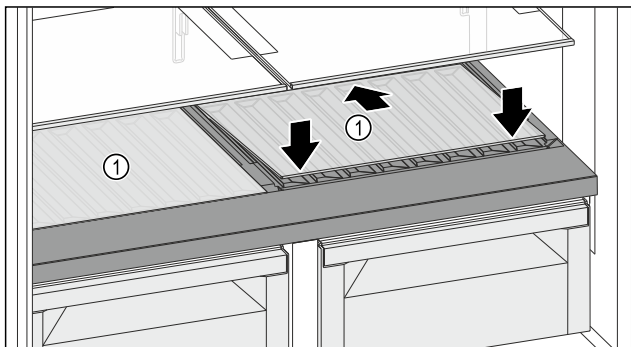

Fig. 126
- Вставте скляну полицю Fig. 126 (1) під кутом, нахиливши назад і донизу.
- Опустіть скляну полицю Fig. 126 (1) вперед.